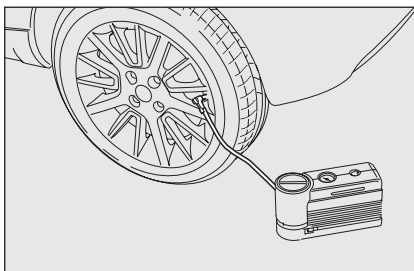
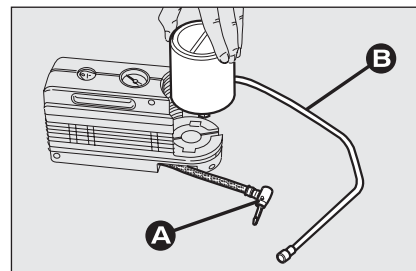

fig. 13
fig. 14
Le compresseur peut être utilisé aussi pour le seul rétablissement de la pression. Déconnecter la greffe **A**-fig. 14 et le relier directement à la valve du pneu fig. 13; de cette façon la pompe ne sera pas relier au compresseur et n'injectera pas de liquide pour sceller.
- déconnecter la greffe **A**-fig. 14;